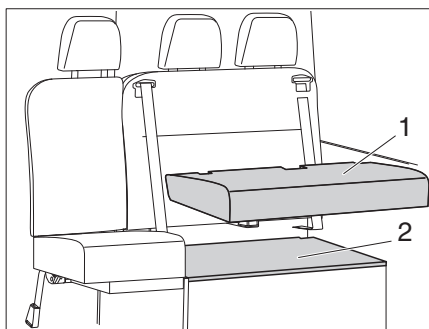

Fig. 46 Posizionare i cuscini del divano
- Chiudere il coperchio della cassapanca (Fig. 46,2) e riposizionare i cuscini (Fig. 46,1).